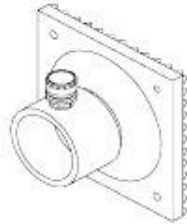

Abb. 1-9. Schwenkkopf
f. Schwenkkopf. Der Schwenkkopf (Abb. 1-9) ist ähnlich dem starren Kopf, hat jedoch eine Schwenkkappe, die 20° in jeder Richtung drehen kann. Der Schwenkkopf wird in Situationen benutzt, wenn abstützende Objekte nicht genau zueinander ausgerichtet sind, oder bei denen eine geringe Lastverschiebung die Ausrichtung verändern kann.